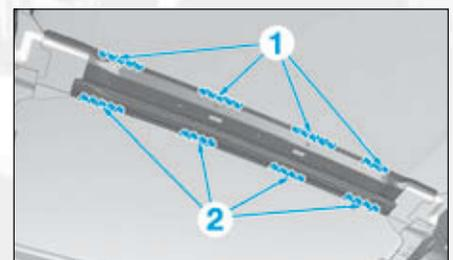

FIG. 136
- un mastic d'étanchéité indice "A1" en (1) et (2) (Fig.136),